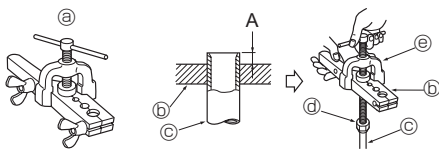

Fig. 5-6
5.2.4. Lucrările de evazare (Fig. 5-6)